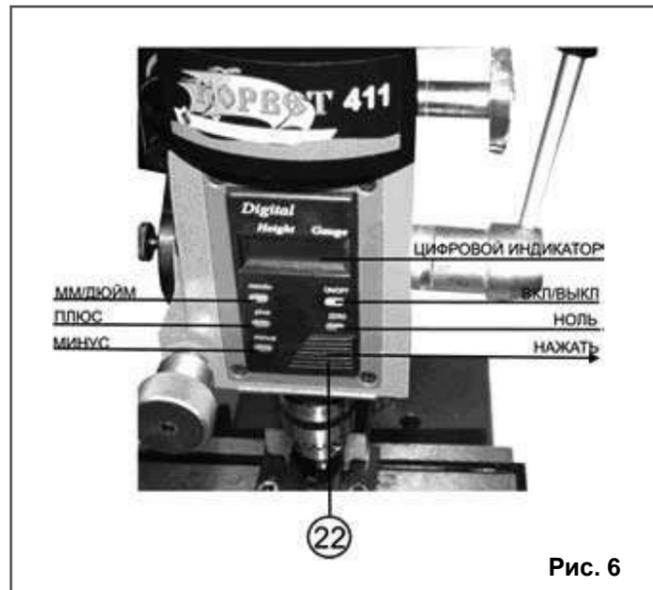

Рис. 6
9.3. Жидкокристаллический цифровой индикатор (Рис. 6)
9.3.1. Для операции сверления сначала нажмите переключатель ВКЛ/ВЫКЛ и затем нажмите кнопку "ZERO" (ноль). Нажмите кнопку "mm/in" (мм/дюйм) для включения метрических или дюймовых единиц. Эти две функции можно выполнить независимо от позиции ручки подачи шпинделя. После этого можно начинать сверление. Показания индикатора можно изменить в любой позиции нажатием кнопок «плюс» или «минус». Когда дисплей показывает ошибку (например, мигает или отсутствуют показания), это означает, что сели батарейки и их нужно заменить. Нажмите на крышку батарейного отсека (22), показанную на Рис. 6 стрелкой и откройте крышку батарейного отсека. Извлеките батарейки и замените на новые. Напряжение цинковых круглых батареек 1,5 В. После замены батареек выполните процедуры в обратном порядке.